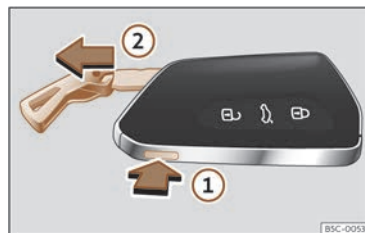

Abb. 70 Fahrzeugschlüssel: Schlüsselbart herausziehen.
- Drücken Sie die Taste >>> (Abb. 70) ①, um die Öse als Schlüsselband freizugeben und den Schlüsselbart herauszuziehen ②. Durch leichten Druck auf die Öse wird diese als Schlüsselband freigegeben.
- Zum Entriegeln drücken Sie die Taste >>> (Abb. 70) ①. Halten Sie die Taste ① gedrückt und ziehen Sie gleichzeitig die Öse in Pfeilrichtung >>> (Abb. 70) ②, um den Schlüsselbart vollständig herauszuziehen.